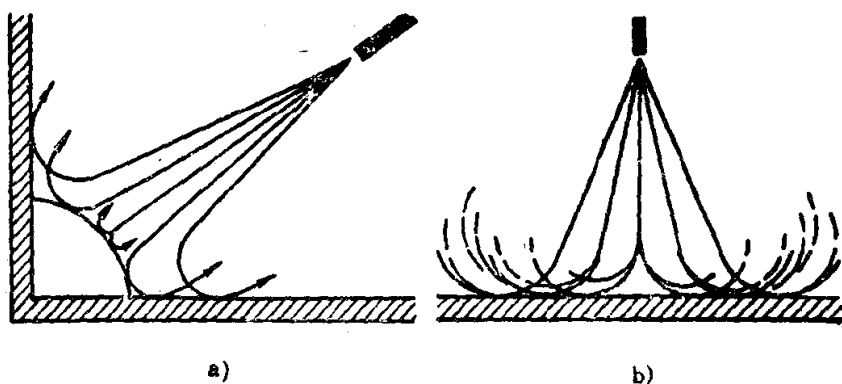

图1-1 有气喷涂
一般常见的喷涂法，是利用压缩空气将涂料从加料杯或容器中，吸引输送至喷枪，涂料在喷嘴处与空气混合并分散成雾滴状，喷射在被涂表面，形成均匀分布的涂层。因有压缩空气随漆一起喷出，故称为“有气喷涂”（图1-1 a），常用的压缩空气压力为0.4~0.6MPa。
3) 不能喷涂高固体，高粘度涂料，为了达到喷涂的目的，必须添加昂贵的稀释剂来降低粘度。这样不仅要多次喷涂才能达到所需之涂层厚度，而且会引起气雾反冲，在角落和凹处造成涂层不均(图1-1 b)。